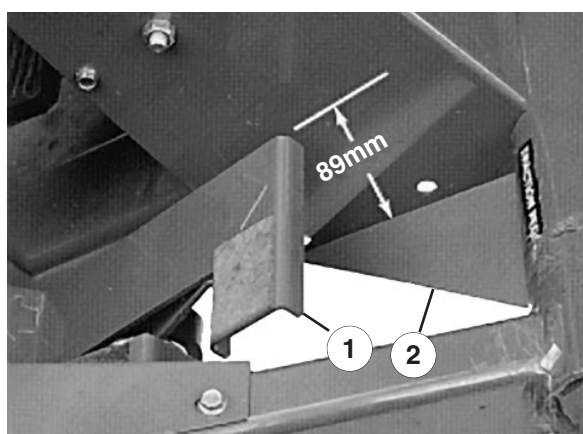
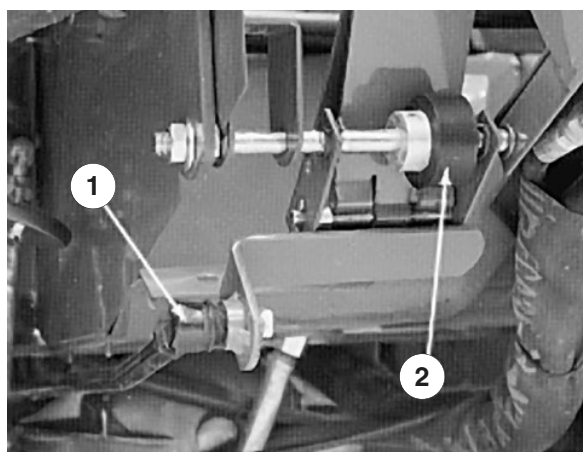

Figure 35
Figure 36
2. Appuyez sur l'avant de la pédale de déplacement pour en vérifier la course. Il doit subsister un espace de 89 mm entre l'extrémité de la pédale et la plaque de plancher lorsque la pédale est complètement enfoncée (Fig. 35). Régler la tige de commande (Fig. 36) pour obtenir l'écartement voulu.
1. Desserrez les deux écrous de fixation de l'axe de la pédale de déplacement situés à droite de la pédale (Fig. 36).